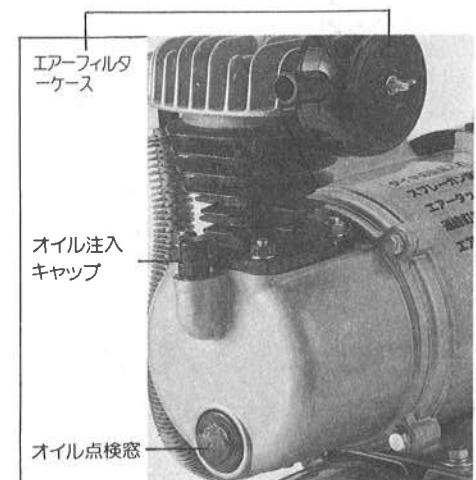

図2
- エアーフィルターケースは破損防止のため本機から抜いて袋の中に入れてあります。ご使用前に本機にエアーフィルターをセットしてからご使用下さい。(図2参照)
- エアーフィルターは袋の中に入っていますので必ず取り付けて下さい。(図2参照)